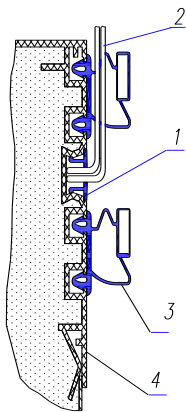
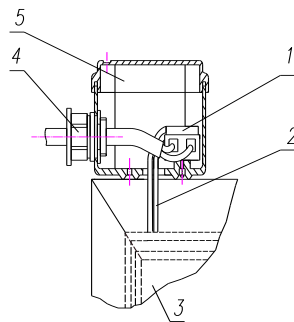
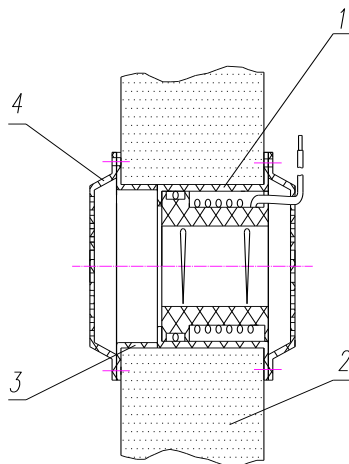

Fig.4 Installation de porte WEH
Fig.5 Connexion WEH porte
Fig.6 – Installation de la vanne de compensation
Lorsque les chambres de type kxh sont installés, il est nécessaire de fixer un WEH (electric heated fil) d'une porte (Fig. 4, Fig. 5) et une vanne de compensation (fig. 6) qui sont alimentés option.
- Supprimer le profil, item.1 (Fig. 4), insérer le WEH dans la fente profil de la porte (point 4), conduire les fils par les trous pratiqués dans le profil, point 1, et dans l'insert souple, point 3, et de les relier aux bornes de la boîte de jonction, article 5 (Fig. 5).
Lorsque la soupape de compensation est installé, trou $\varnothing$ 65 mm doit être percé dans le panneau latéral. Procédez à l'installation en conformité avec la Fig. 6. Jamais placer la soupape dans la partie supérieure du panneau de face de l'ensemble monobloc.